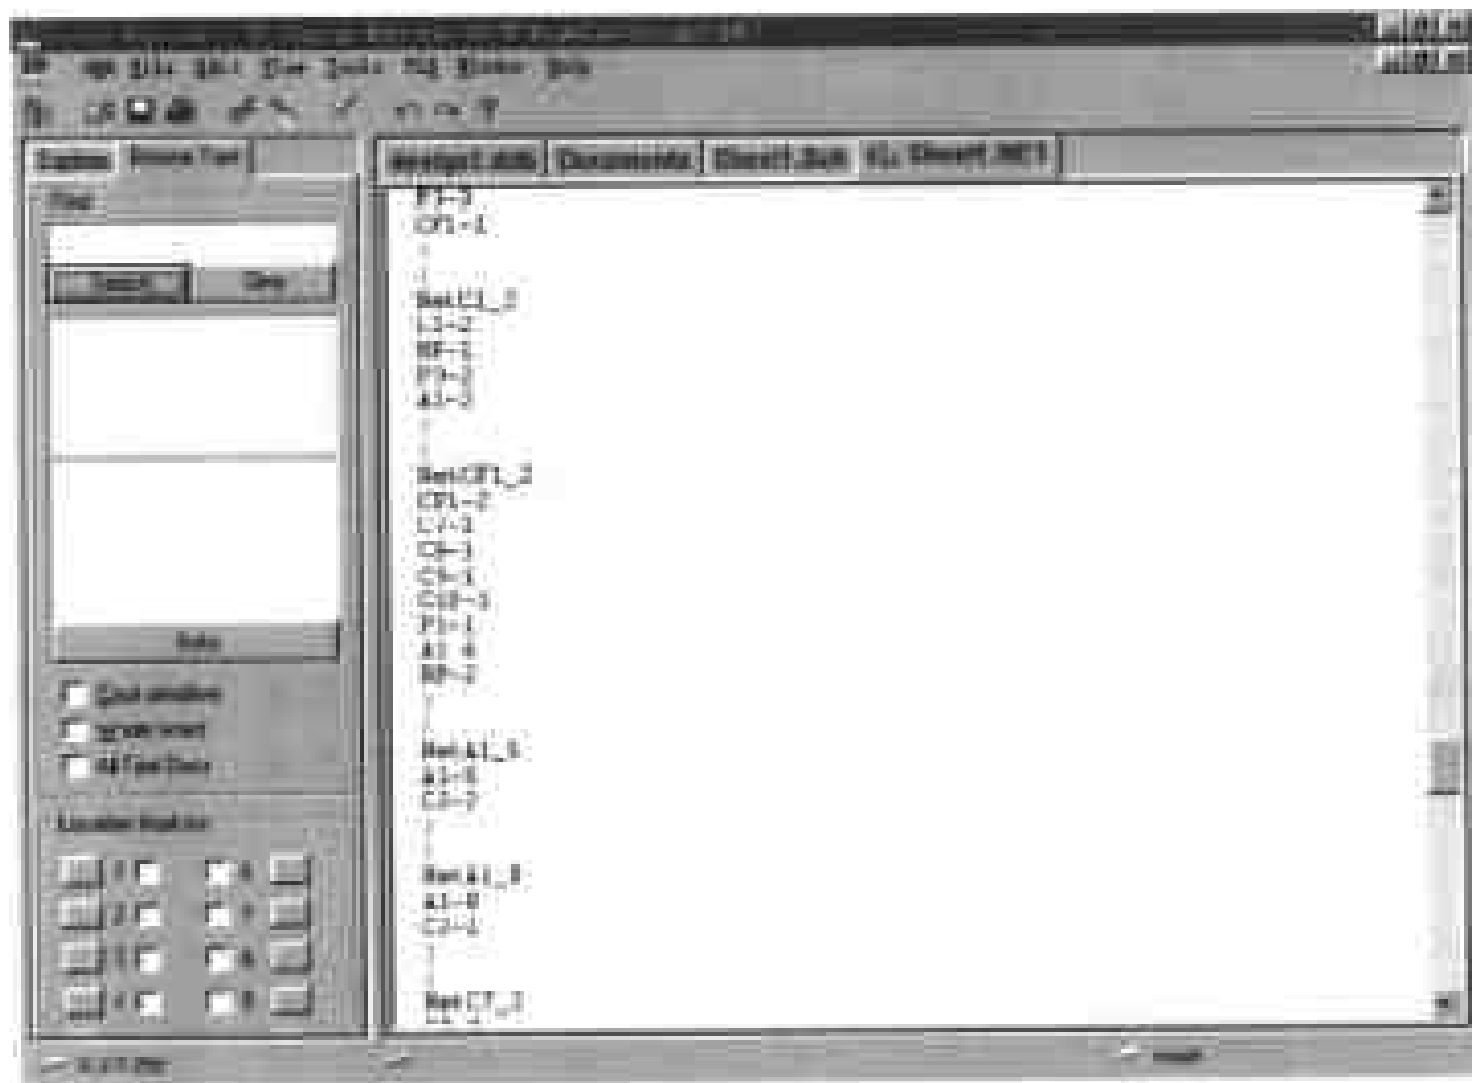

图 5-3 生成的网络表文件
(10) 在对话框中进行了设置之后,单击 OK 命令按钮,系统自动生成与原理图文件同名的网络表文件,并在工作窗口中打开此文件,工作窗口左边的项目浏览器窗口也自动切换到文本浏览器,此时的界面如图 5-3 所示。